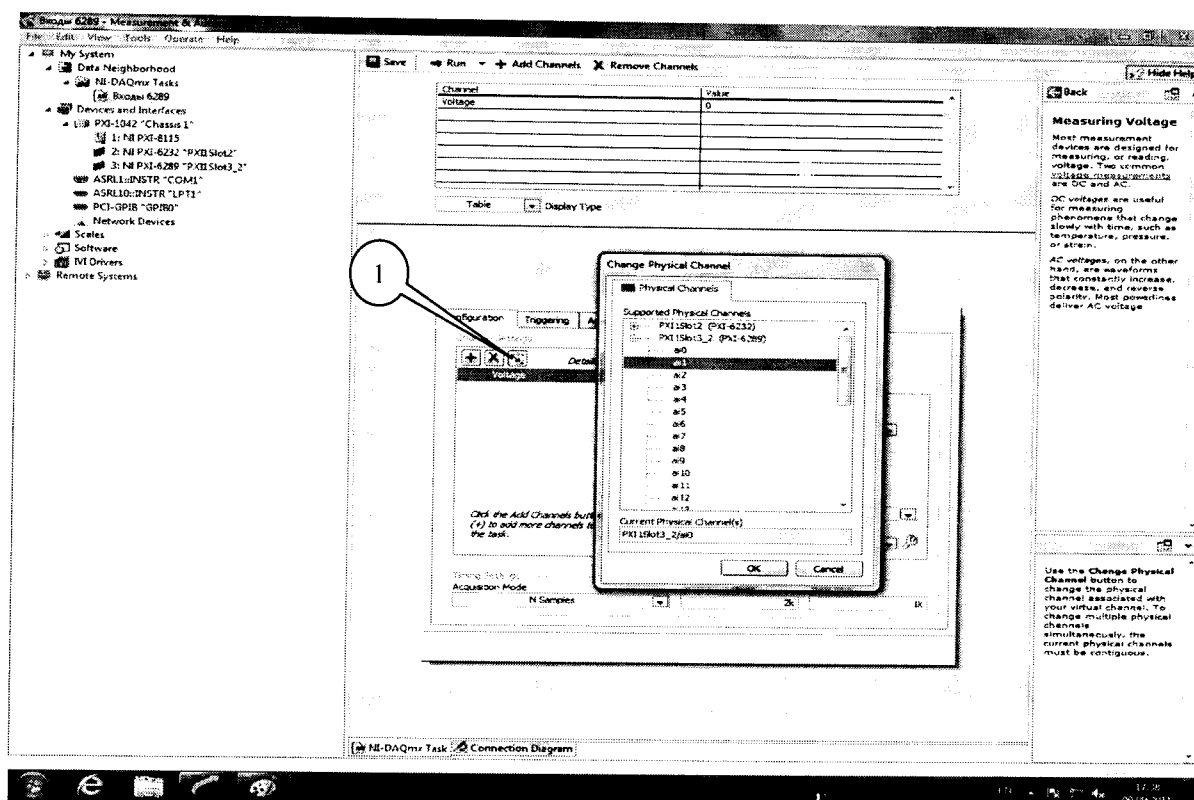

Рисунок 9.
7.3.7 Выполнить операции по п.п. 7.3.4 - 7.3.6 для каждого из каналов модуля. Для переключения каналов (рисунок 9) нажать кнопку (1), выбрать требуемый канал и нажать кнопку «ОК». Для модуля NI 6289 при проверке каналов «ai16» - «ai31» терминальный блок подключить к разъему 2.